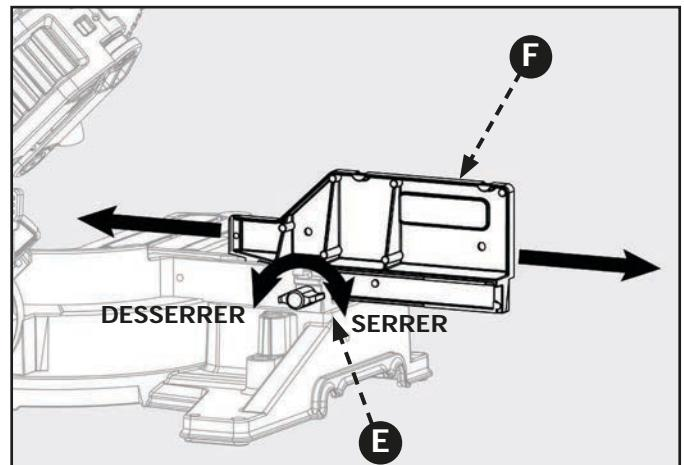

Figure 33
Cette scie dispose d'un guide avec rallonge ajustable. Pour étendre ou replier le guide, consultez la figure 33 et suivez ces instructions : Dévissez la manette de verrouillage (E) en la tournant dans le sens antihoraire et faites glisser le guide (F) jusqu'à la position désirée. Veillez à resserrer la manette de verrouillage (E) en la tournant dans le sens horaire.